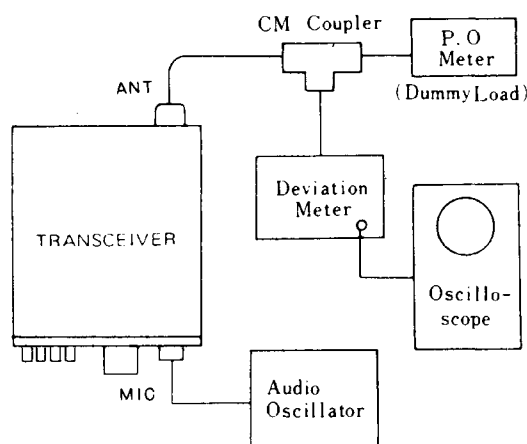

Abb. 4
- (a) Meßaufbau wie in Abb. 4 angegeben herstellen.